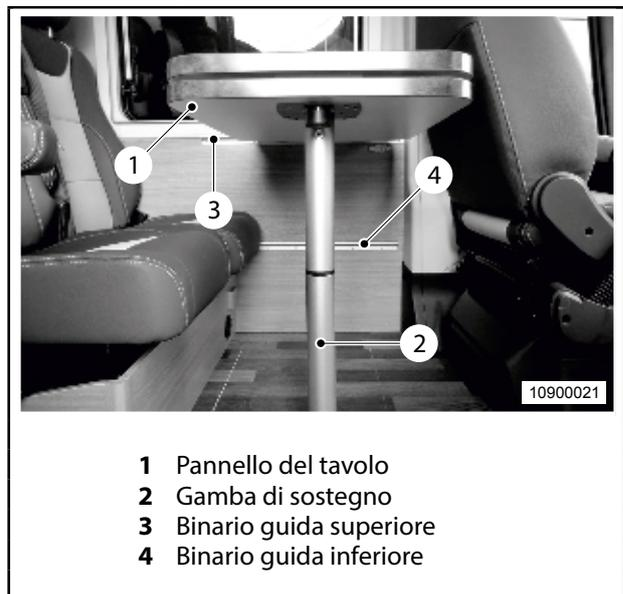

Fig. 26 Trasformazione del tavolo sospeso in postazione per dormire
1. Sollevare il pannello del tavolo (Fig. 26, pos. 1) e rimuovere la parte inferiore della gamba di sostegno (Fig. 26, pos. 2).
2. Sganciare il pannello del tavolo (Fig. 26, pos. 1) dal binario di guida superiore (Fig. 26, pos. 3), agganciarlo alla guida inferiore (Fig. 26, pos. 4) e bloccarlo.